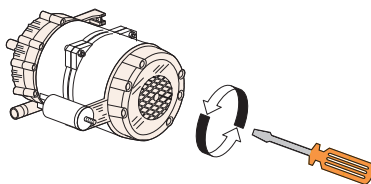

fig. 4
1. Laufrad der Nachspülpumpe prüfen. Blockiertes Laufrad: Motorwelle mit einem Schraubenzieher drehen (siehe Abb. 4).
3. Laufrad der Nachspülpumpe prüfen. Blockiertes Laufrad: Motorwelle mit einem Schraubenzieher drehen (siehe Abb. 4).